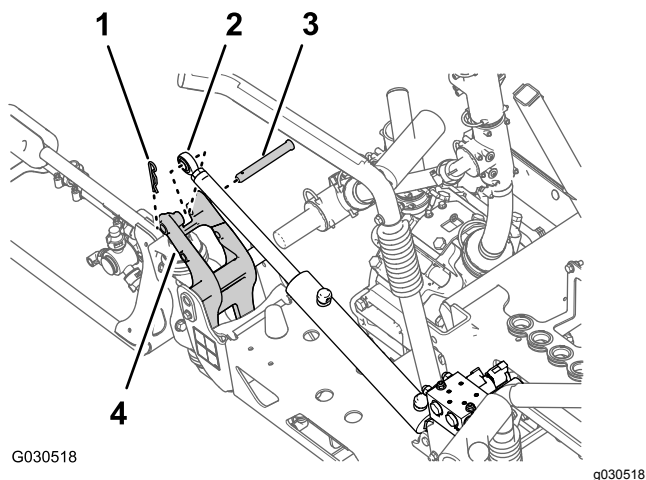

Bild 40
- Nehmen Sie den Lastösenbolzen und den Splint ab, mit denen das Stangenende des Hubzylinders an der Schwenkhalterung befestigt ist (Bild 40).